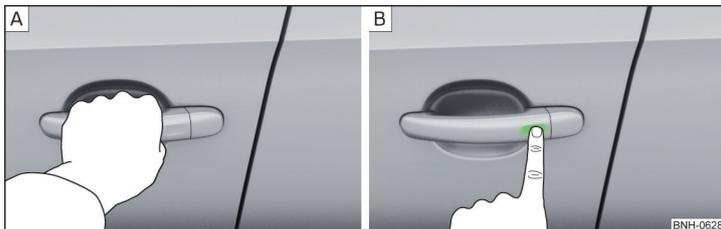

Fig. 31 Verrouiller / déverrouiller le véhicule
- Saisissez la poignée de la portière pour déverrouiller **le véhicule** » fig. 31 - **A**.
- Touchez le capteur de la poignée de la portière avec le doigt pour verrouiller **le véhicule** » fig. 31 - **B**.